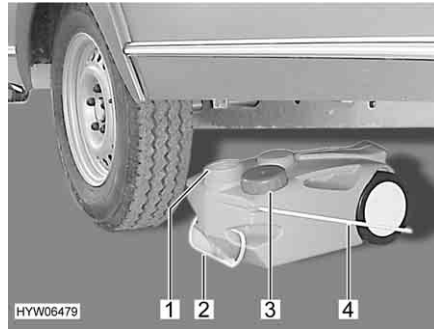

Bild 194 Abwassertank, fahrbar
- Öffnung des Abwassertanks (Bild 194,1) mit dem Deckel (Bild 194,3) schließen.
- Den Abwassertank am Griff (Bild 194,2) herausziehen.
- Tragegriff (Bild 194,4) nach oben klappen und Abwassertank aufstellen.